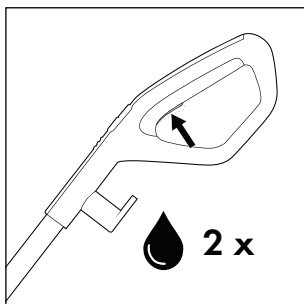
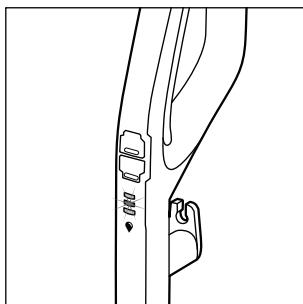

Fig. 18
Fig. 19
- ♦ Antes de cada utilização, prima duas vezes momentaneamente o botão solução detergente  **15**, para ativar a função de pulverização contínua e preparar o rolo de escova **6** com solução detergente (ver fig. 18). O indicador de solução detergente  **12** pisca alternadamente com a cor azul, quando a função de pulverização contínua estiver ativada ou o botão solução detergente  **15** for mantido pressionado (ver fig. 19).